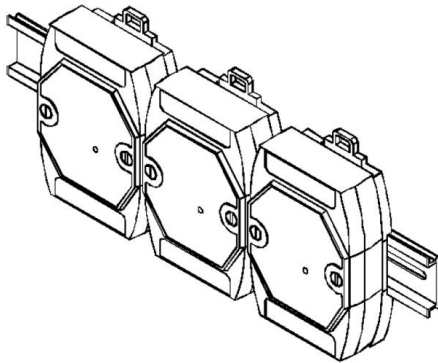
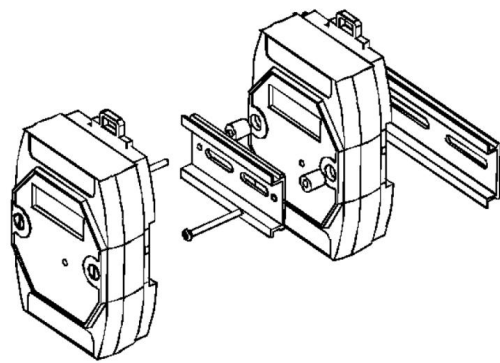

图 8
图 9
DAM-3503N (T) 系列模块可方便的安装在 DIN 导轨、面板上 (如图 8), 还可以将它们堆叠在一起 (如图 9), 方便用户使用。信号连接可以通过使用插入式螺丝端子, 便于安装、更改和维护。